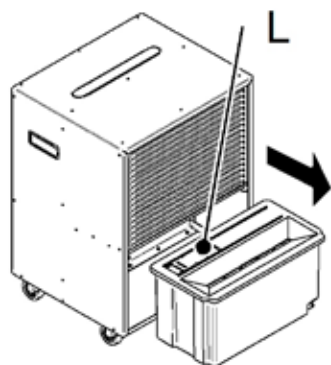

Fig.2 – Le réservoir d'eau
Enlevez le réservoir d'eau (regardez Fig.2). Videz l'eau à travers la sortie (L) et remettez le réservoir d'eau à sa place.